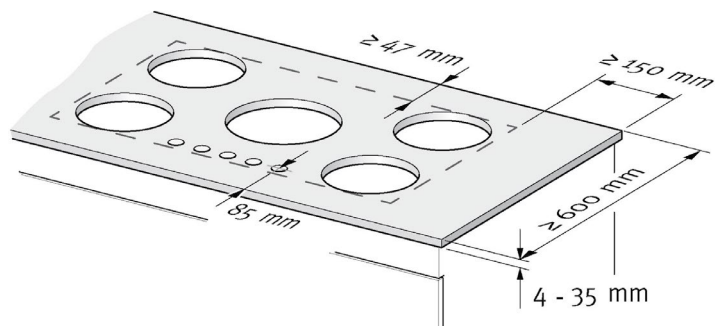

fig. 1
- Er dient altijd de benodigde voorzorgsmaatregelen getroffen te worden voor de installatie van de inductiekookplaat (fig. 1, 2 en 5).